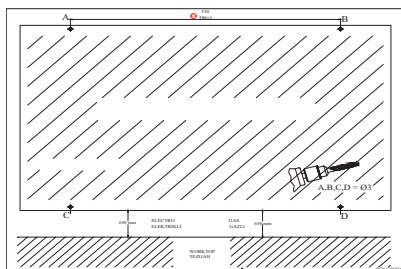

Fig. 6
- Faça os furos indicados no projeto de instalação com A, B, C e D e utilize brocas de 4 mm de diâmetro. Fig. 6